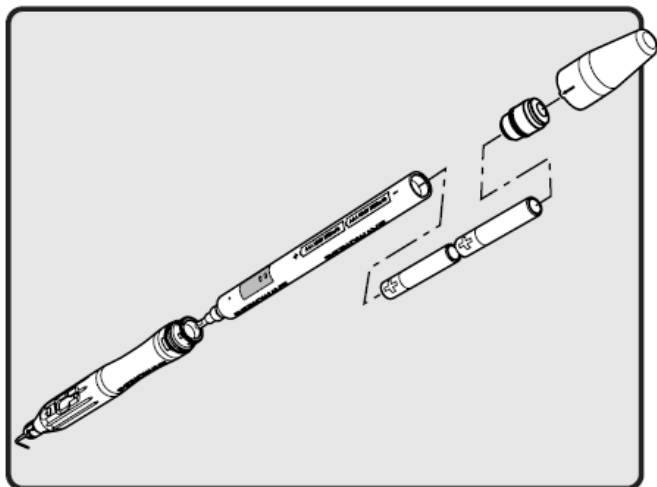

Figure 6 : Vue explosée du laser HHL-1000
- Dévisser le bouchon du compartiment de piles arrière sur l'insert laser propre. Insérer 2 piles entièrement chargées dans le compartiment de piles (en notant l'orientation des piles conformément au graphique apparaissant à l'extérieur de l'insert laser). Remettre le bouchon en place sur le compartiment de piles et serrer à la main **seulement**. Voir Figure 6.